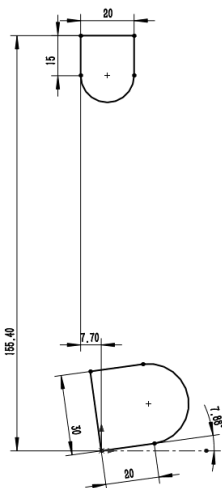

图 1-37 绘制草图 1
**02** 绘制草图 1。在左侧的“FeatureManager 设计树”中用鼠标选择“前视基准面”作为绘制图形的基准面，单击快捷菜单中的“草图绘制”按钮，新建草图。单击“草图”控制面板中的“中心线”按钮、“直线”按钮和“三点圆弧”按钮，绘制并标注草图如图 1-37 所示。